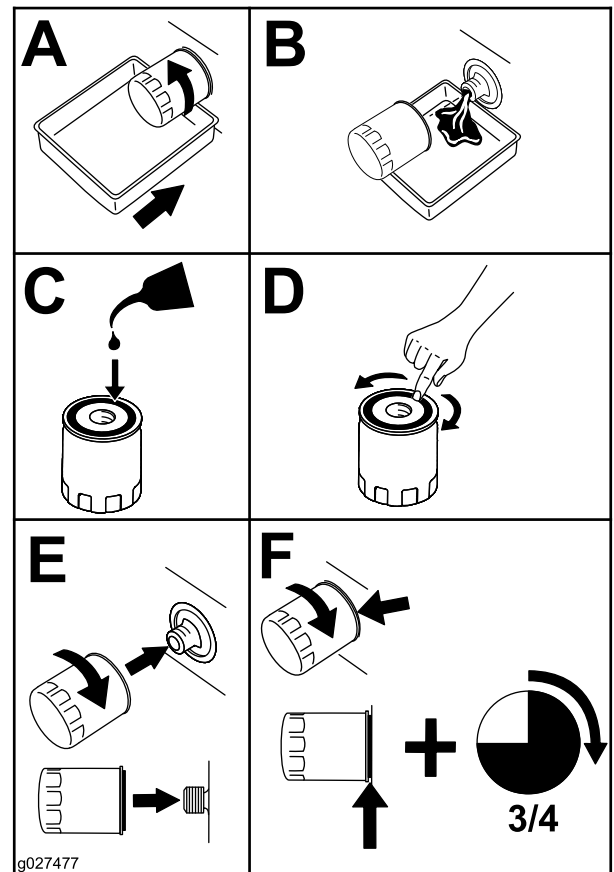

Figure 48
4. Remplacez le filtre à huile moteur comme montré à la Figure 48.